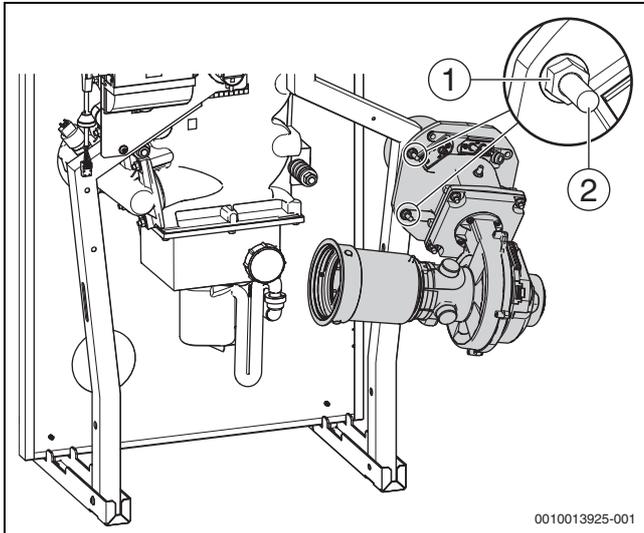

Bild 47 Brenner in Wartungsposition (Montage rechts)
- ▶ Brenner mit Flansch auf die werkseitig montierten Schrauben (→ Bild 47, [2]) aufstecken und mit zwei der zuvor entfernten Befestigungsmuttern (→ Bild 46, [1]) sichern.